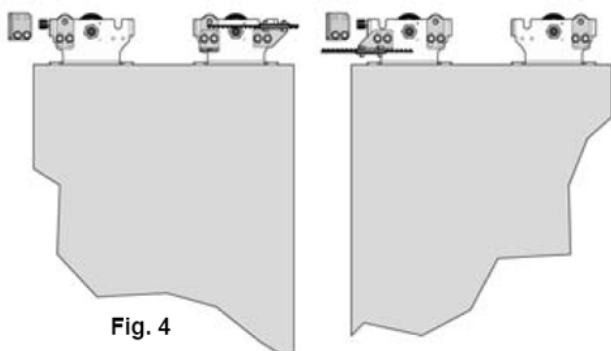
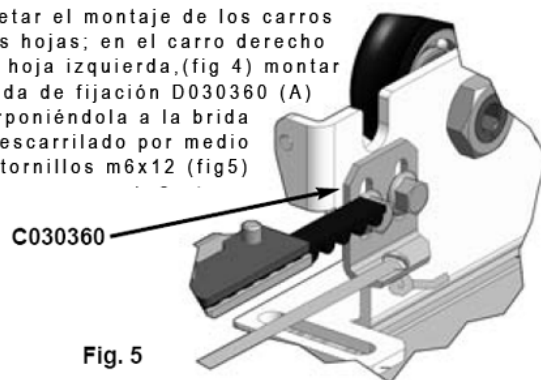

Fig. 4
Fig. 5
Respetar el montaje de los carros de las hojas; en el carro derecho de la hoja izquierda,(fig 4) montar la brida de fijación D030360 (A) superponiéndola a la brida antidescarrilado por medio de 2 tornillos m6x12 (fig5)
Introducir el elástico en el orificio de la brida de fijación del carro C030360 (A en fig 5) de arriba a bajo